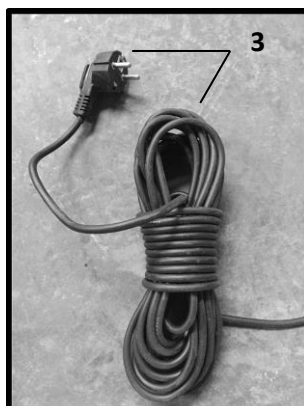

Рис.1
4. УСТРОЙСТВО НАСОСА (Рис.1)
- С помощью двух монтажных отверстий (4), Рис.1, закрепите прочный трос или цепь (не комплектуется), длиной необходимой для погружения насоса. Не погружайте насос на глубину более чем 40 м от зеркала воды в Вашей скважине.
- Извлеките пластиковую заглушку (5), Рис.1
- В резьбовое отверстие (1 1/4") выходного патрубка (6), Рис.1, установите штуцер или другие соединительные элементы трубопроводной системы (не комплектуются), закрепите шланг либо трубу необходимой длины (не комплектуется), обеспечив герметичность соединения.